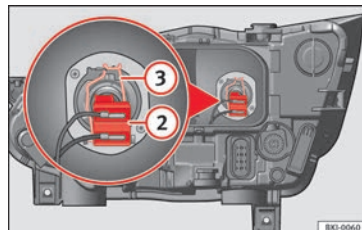

Fig. 112 En el vano motor: lámpara de luz de cruce.
- Extraiga el conector de la lámpara **» fig. 112 (2)**.
- Desenganche el resorte del retentor **» fig. 112 (3)** presionándolo hacia dentro y a la derecha.